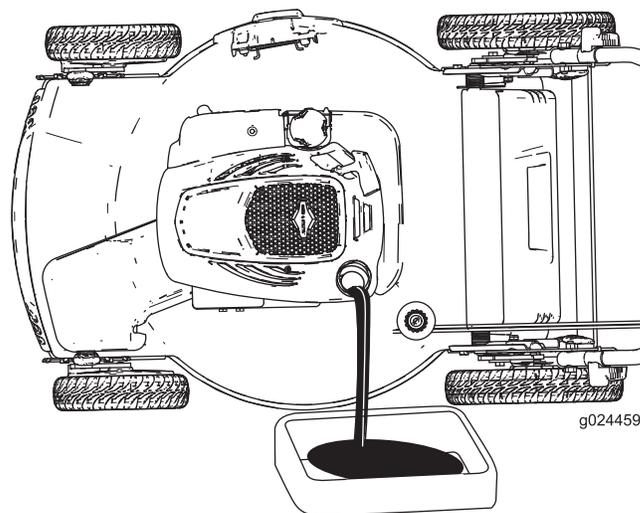
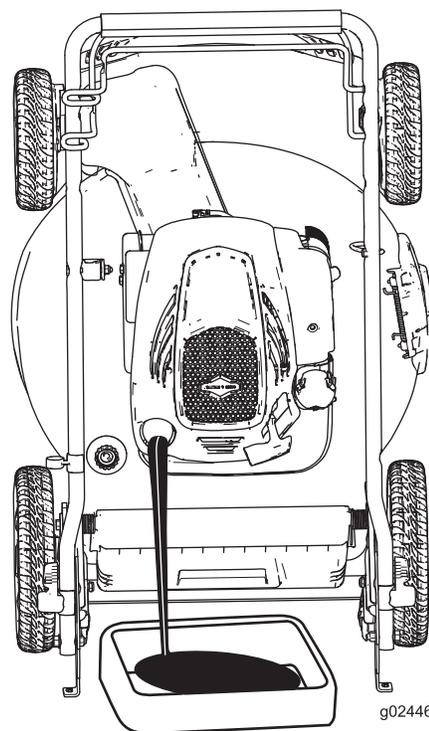

Figura 22
Figura 23
4. Coloque la máquina de lado con la varilla de aceite hacia abajo (Figura 22) o ponga la máquina en la posición de almacenamiento vertical (Figura 23; consulte Almacenamiento de la máquina en posición vertical (página 12)) para drenar el aceite usado a través del tubo de llenado de aceite.